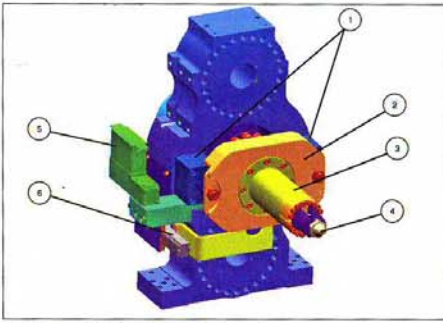

Abbildung 4: Prinzipieller Aufbau einer „FlowControl+-Düse
möglich, zu Beginn der Einspritzphase mit einer etwas kälteren Mischung mit voll geöffneter Düse zu fahren und dann mittels der Nadel eine Querschnittverengung hervorzurufen und so eine heißere Mischung in die Kältere nachzuspritzen. Diese eingebrachte Scherrwärme kann derart gesteigert werden, dass die Masse-temperatur über der Werkzeugtemperatur liegt und sich das theoretische Phänomen einer umgekehrten Vulkanisation – d.h. Vulkanisationsstart im Artikelinneren – in praktischen Versuchen nachweisen lässt. Der grundsätzliche Aufbau einer Spritzeinheit mit „FlowControl“-Technik (Abbildung 4) unterscheidet sich nicht von einer herkömmlichen Spritzeinheit. Die spezielle Düsen-spitze mit der innenliegenden Nadel (4) ist im Düsenzylinder eingeschraubt. Die Bewegung der Nadel zur exakten Positionierung erfolgt über die in die Nadel eingreifende Hülse (3), die fest mit einer Platte (2) verbunden ist. Diese wird wiederum über zwei Hydraulikzylinder (1) bewegt. Die Hydraulikzylinder werden über